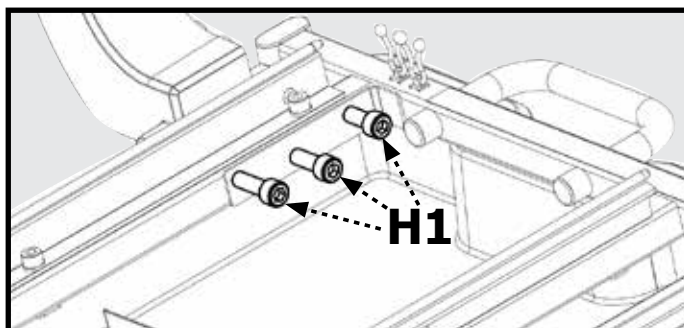

Figura 7
2. Sujete el conjunto del brazo de sierra utilizando los tres tornillos de cabeza hexagonal M10 X 60 (H1) y la llave Allen de 8 mm (H2) como se muestra en la Figura 7.